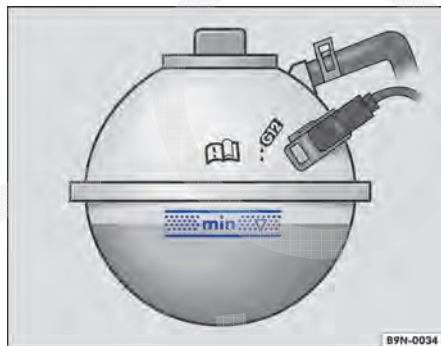

Fig. 181 No compartimento do motor: marcas no reservatório do líquido de arrefecimento do motor.
- Com o motor frio, verificar o nível do líquido de arrefecimento do motor pela marca lateral do reservatório de expansão do líquido de arrefecimento do motor ⇒ **Fig. 181**. O nível do líquido de arrefecimento do motor deve estar entre as marcas.
- O nível do líquido de arrefecimento do motor deve permanecer dentro da marca do reservatório ⇒ **Fig. 181**. **Não completar acima da borda superior da área demarcada** ⇒ .
- Abastecer com líquido de arrefecimento do motor somente até a borda superior da faixa marcada ⇒ **Fig. 181**. Caso contrário, ao aquecer-se, o líquido excedente será expulso do sistema de arrefecimento do motor e poderá ocasionar danos.